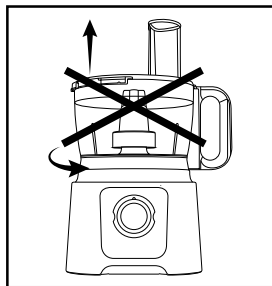

fig. 2c
- Nunca retire el recipiente (b3) con los accesorios montados (fig 2c).